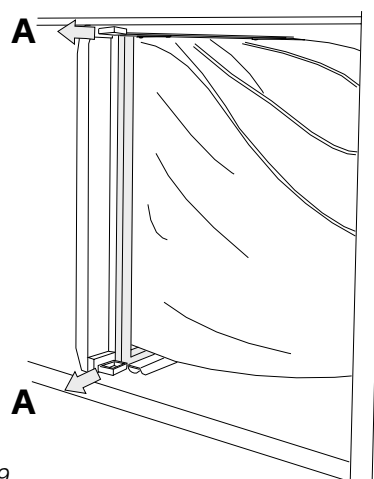

Fig 9
- Drag ut de två blå handtagen (A i Fig 9) vid filterfästets ovan- och nedkant, så att den excentriskt styrda listen öppnas.